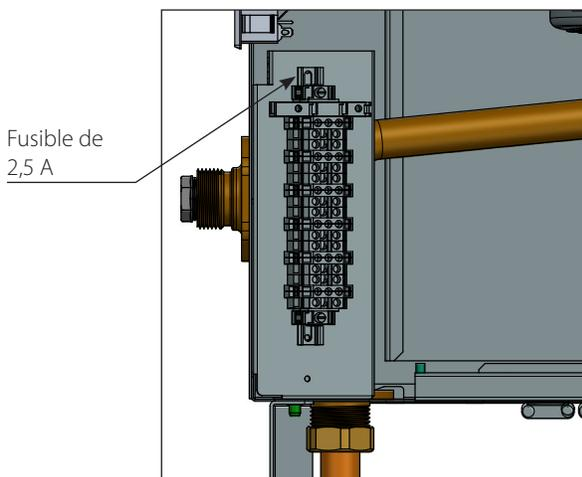

Fig. 31 - Emplacement de la barrette de raccordement
- Un fusible de 2,5 A est aussi situé sur la barrette de raccordement, pour protéger la sortie. Consultez la Fig. 31.
1. Raccordez un service 120 V CA/15 A dédié aux bornes de tension de ligne situées à l'intérieur, dans le coin inférieur gauche, comme l'illustre la Fig. 31 ci-dessous.
2. Raccordez le câblage du diffuseur CH1 et CH2 aux bornes de tension de ligne situées à l'intérieur, dans le coin inférieur gauche, comme illustré à la Fig. 31 à gauche. Ce diffuseur est habituellement utilisé pour fournir de la chaleur à la boucle de chauffage des pièces/ chauffage central.
3. Raccordez le câblage du diffuseur ECS aux bornes de tension de ligne situées à l'intérieur, dans le coin inférieur gauche, comme l'illustre la Fig. 31 à gauche. Ce diffuseur est habituellement utilisé pour fournir de la chaleur au chauffe-eau indirect.
4. La pompe de la chaudière est câblée en usine à la borne de tension de ligne, comme illustré à la Fig. 31 à gauche.